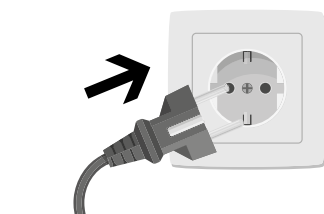

Fig. 1
- Per poter girare la carne Doner Kebab, avviare e arrestare il motore che si trova sul profilo di movimento del motore (7) utilizzando l'interruttore di controllo del motore (5).
- Inserire la spina del cavo dell'apparecchio (motore) alla presa elettrica (fig. 1).